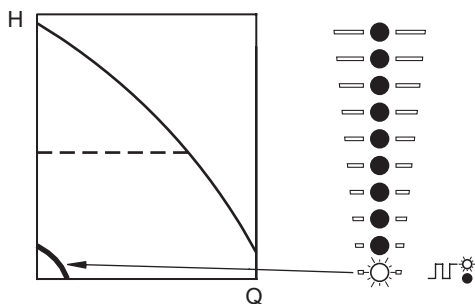

Рис. 30 Эксплуатация при минимальной характеристике
**Пример:** Насос настроен на минимальную характеристику. На рис. 30 показано, что нижнее световое поле мигает, отображая минимальную характеристику.